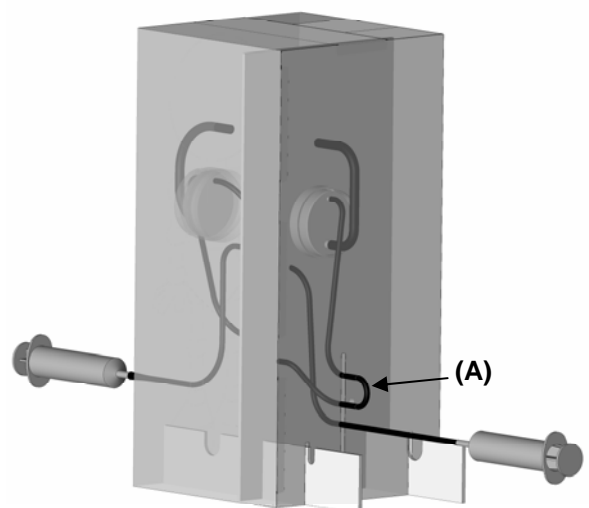

Figure 7
- Faire passer le tuyau souple **(A)** dans l'encoche prévue au niveau du genou gauche, il sera manipulé à l'extérieur de l'enceinte (voir figure 7) et servira à refouler l'air vicié vers l'avant du modèle et donc à l'intérieur de l'enceinte.